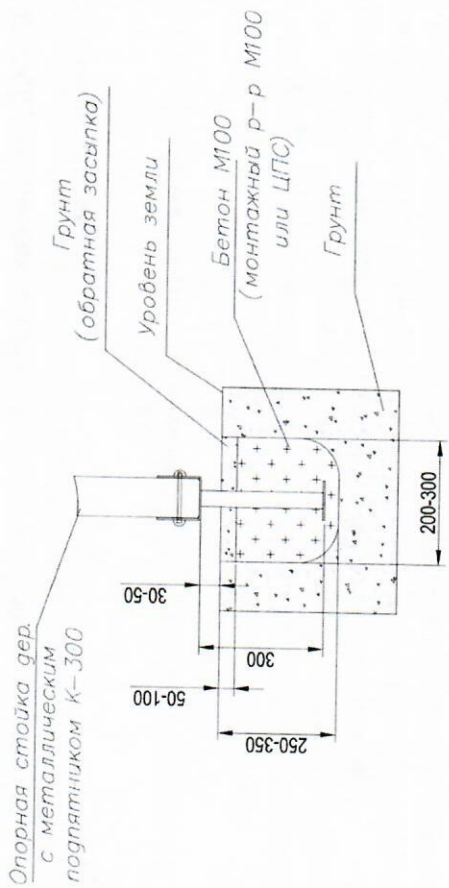

Рис. 3. Схема установки закладных
2. Выкопать ямы в земле для установки стоек, выдержав размеры (рис.3).